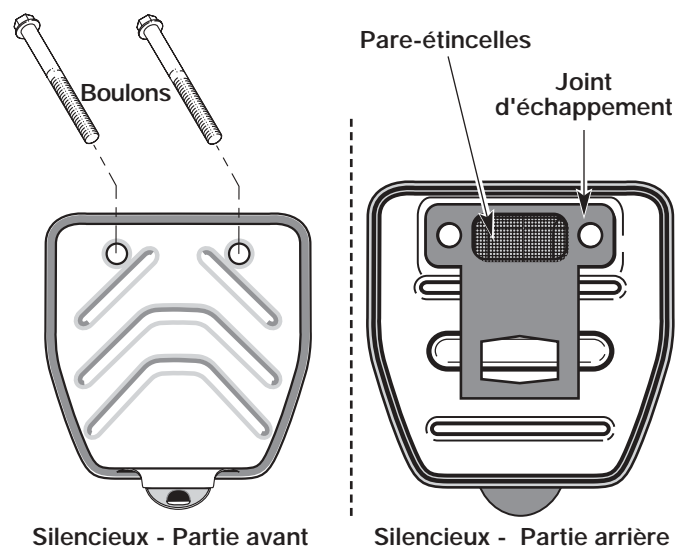

Fig. 41
2. Repérez le devant du silencieux et les deux (2) boulons qui le retiennent au moteur. (Fig. 41). Retirez les deux (2) boulons à l'aide d'un tournevis à lame plate, d'une douille de 5/16 po ou d'un tourne-écrou. Retirez le silencieux du moteur.
3. Retournez le silencieux vers l'arrière et repérez le joint d'échappement. Retirez le joint du silencieux (Fig. 41).
7. Placez le joint d'échappement contre l'arrière du silencieux. Alignez les trous de boulon du joint d'échappement avec les trous de boulon du silencieux. Tout en maintenant le joint d'échappement en place, insérez les boulons sur le devant du silencieux. (Fig. 41).